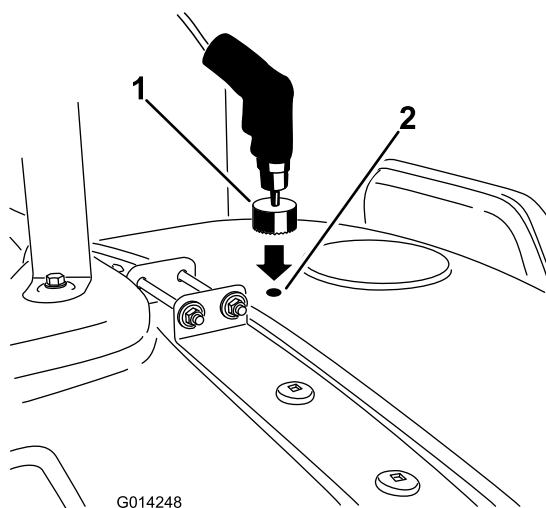

Рисунок 13
- Перейдите к отметке для сверления, расположенной перед крышкой бака и повторите процедуру (Рисунок 13).